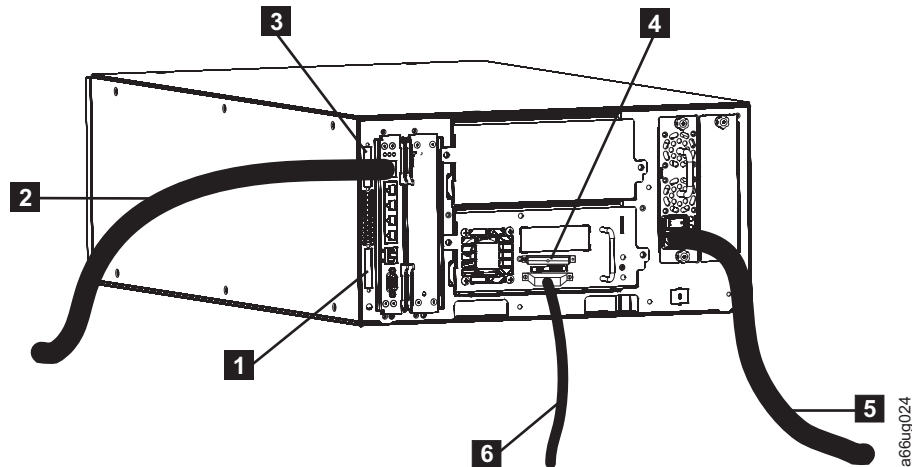

図 3-16. SCSI ドライブを搭載した 5U ライブラリーの配線
1. 上部モジュール通信ターミネーター (図 3-16 の **3**) を取り付けます。
2. 下部モジュール通信ターミネーター (図 3-16 の **1**) を取り付けます。
3. お客様が用意されたイーサネット・ケーブル (図 3-16 の **2**) の一方の端をライブラリー制御ブレード・イーサネット・ポートに取り付け、次に、ケーブルの他方の端をネットワークに接続します。
- SCSI ターミネーター (3-19 ページの図 3-16 の **4**) を、ライブラリー内の各 SCSI ドライブの上部コンセントに取り付けます。
- SCSI ケーブルの一方の端を各 SCSI ドライブ (3-19 ページの図 3-16 の **6**) の下部コンセントに接続し、次に、ケーブルの他方の端をホストに接続します。
5. 電源コード (3-19 ページの図 3-16 の **5**) の一方の端をライブラリーの電源機構にあるコンセントに取り付け、次に、コードの他方の端を給電部に接続します。この手順を、ライブラリー内のすべての電源機構で繰り返します。